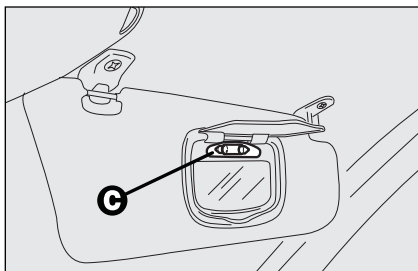

fig. 47
- vervang de lamp **C-fig. 47** door de contacten aan de zijkant los te maken en controleer of de lamp goed vastzit tussen de contacten.